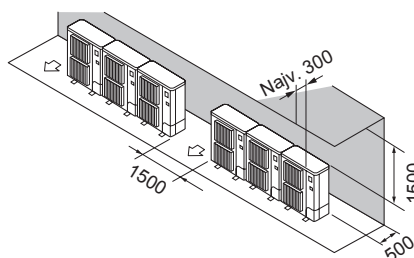

Fig. 2-13
- ② Ovire samo na zadnji in zgornji strani (Fig. 2-13)